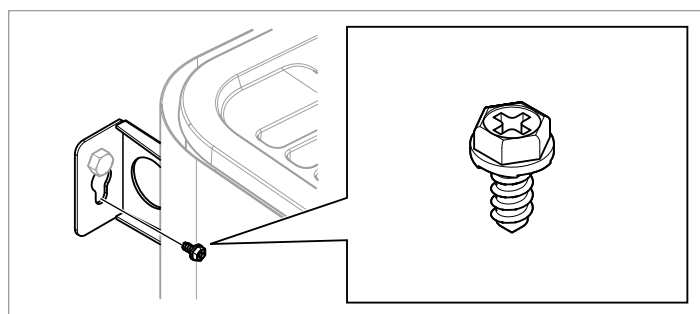

Figura 11: Vite di bloccaggio per staffa
9. Bloccare il riscaldatore in posizione con la vite di bloccaggio vedere Figura 11.